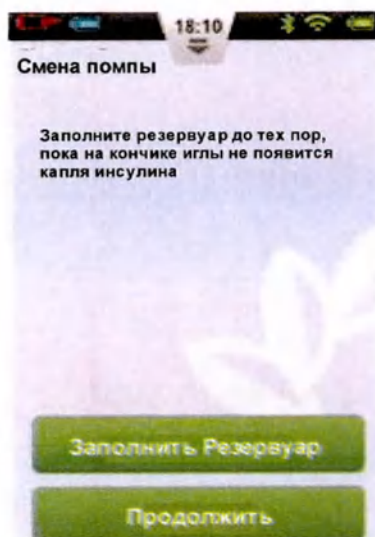
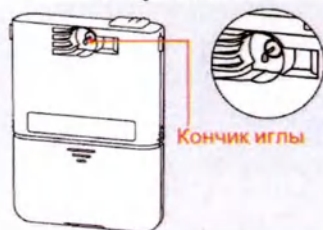

Рисунок 77
Рисунок 76
4. Удерживая помпу в положении, показанном на рисунке 76, нажмите кнопку Prime Reservoir/Впрыск резервуара (рисунок 77). Поршень начнет медленно двигаться. Продолжайте нажимать на кнопку, пока на кончике иглы не появится капля инсулина (рисунок 76). Теперь нажмите Продолжить.